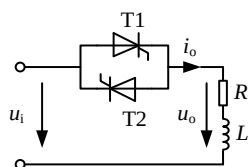

图 5-39
5-3 某单相交流调压器如图 5-39 所示, 工频、额定电压 220V 的交流电源供电, 负载为阻感串联, 其中 $R=0.5\Omega$, $L=2\text{mH}$ 。试求: (1) 触发角 α 的移相范围; (2) 负载电流的最大有效值; (3) 最大输出功率及此时电源侧的功率因数; (4) 当 $\alpha=\pi/2$ 时, 晶闸管电流有效值、晶闸管导通角和电源侧功率因数。